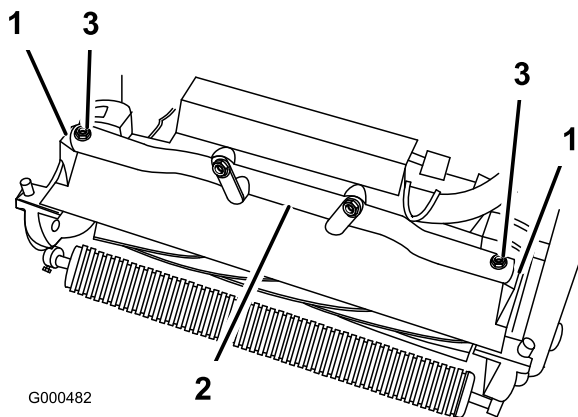

Figura 52
4. Togliete le due viti a testa cilindrica che fissano i bracci girevoli dell'apparato di taglio al tubo del telaio della trattrice (Figura 52).
5. Girate in avanti i bracci girevoli (Figura 52) ed appoggiate la trattrice sul cavalletto ancorato.